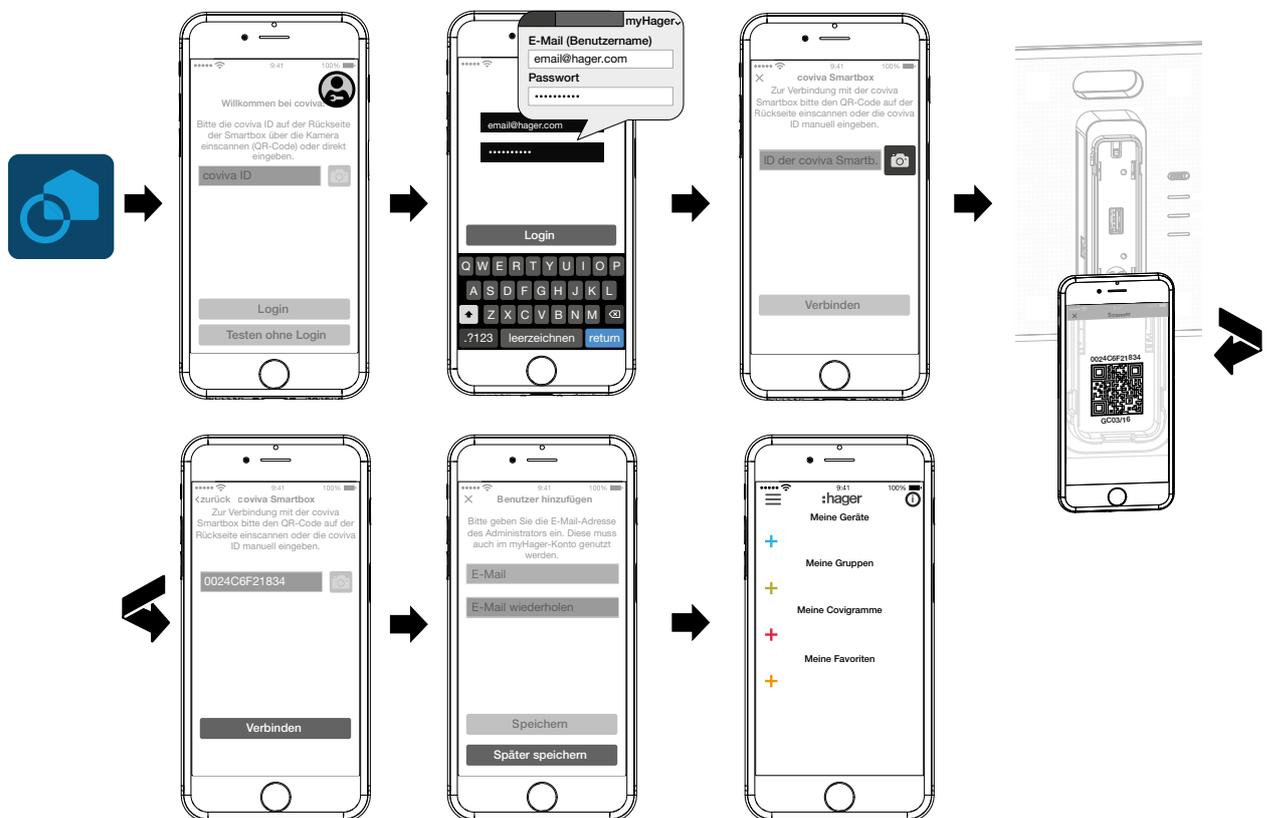

Bild 11: Neues Projekt anlegen
Neues Projekt anlegen (Bild 11)
- E-Mail-Adresse und Passwort des **myHager** Konto eingeben und mit **Login** anmelden (Bild 11).